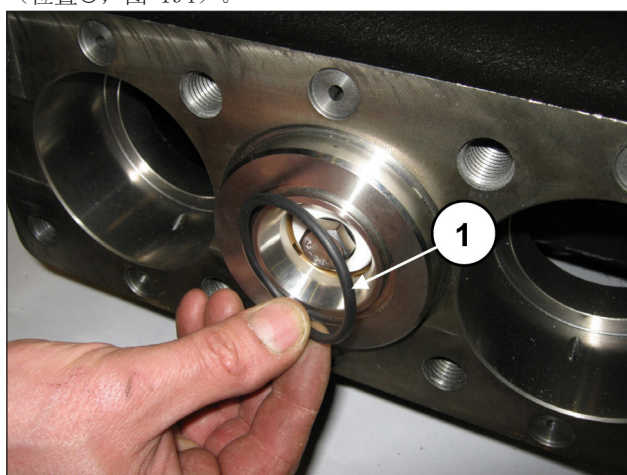
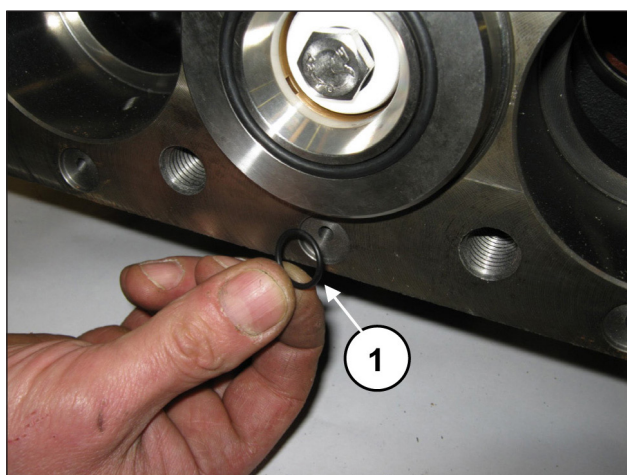

图 193
图 194
安装缸套的前O形圈 (位置①, 图 193) 和再循环孔的O形圈 (位置①, 图 194)。